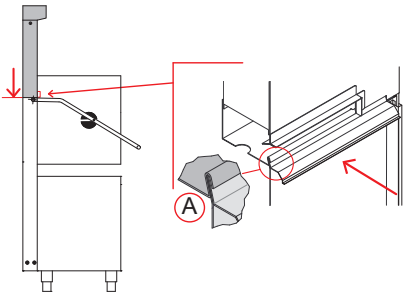

Abb. 14
- Das korrekte Einrasten des Profils überprüfen (siehe Abb. 14 - Detail A).